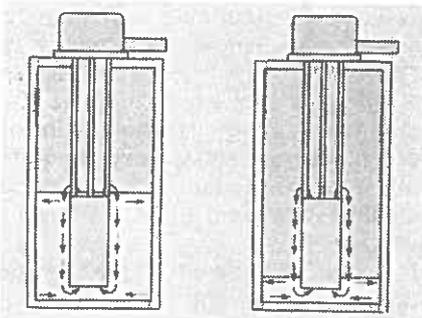

Abb. 19
- zu geringe Eintauchtiefe erhöht die Gefahr der Butterung und Eisbildung, deshalb soll der Kühler erst eingeschaltet werden, wenn der Verdampfer ganz mit Milch bedeckt ist (Schaumbildung ist als ein Warnzeichen zu betrachten) (Abb. 19)